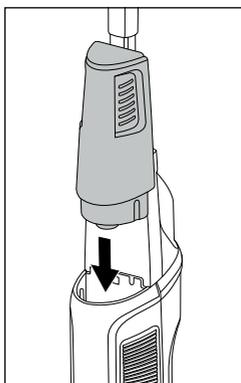

Rys. 9
- ◆ Do czyszczenia dużych powierzchni  (do 55 m²) nalewaj wodę kranową lub destylowaną tylko do trzeciego oznaczenia poziomu napełnienia  w zbiorniku czystej wody **11** (patrz rys. 9).
- ◆ Do czyszczenia dużych powierzchni  (do 55 m²) nalewaj środek czyszczący do czwartego oznaczenia poziomu napełnienia  w zbiorniku czystej wody **11** (patrz rys. 9).